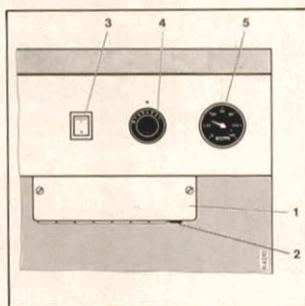

Fig. 18 VKU 17-28/VKS 17-39
- f) Elektrisk hovedafbryder 3 (fig. 18 or 19) slås til. Kontrollampe lyser.